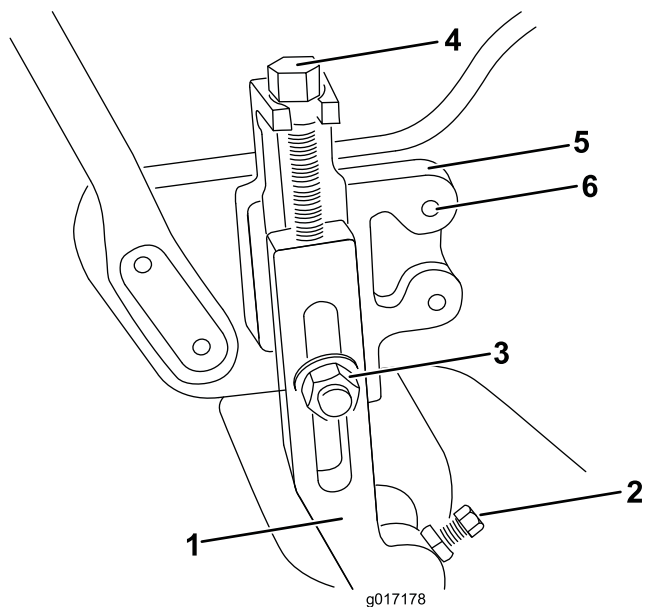

图1
1. 旋松将前滚筒两端固定至剪草高度臂的锁紧螺母和固定螺丝（图1）。
2. 卸下把剪草高度臂固定到调节支架上的托架螺栓和锁紧螺母（图1）。
- Greensmaster 1600 剪草机——从剪草高度臂上卸下剪草高度调节螺丝、锁紧螺母和固定螺丝（图1）。
- Greensmaster 800 和 1000 剪草机——卸下将左右剪草高度支架固定到侧板上的 2 个锥面螺栓（图1）。用 2 个锥面螺栓将剪草高度支架安装到机器的另一侧，使用侧板上的后面一对安装孔。